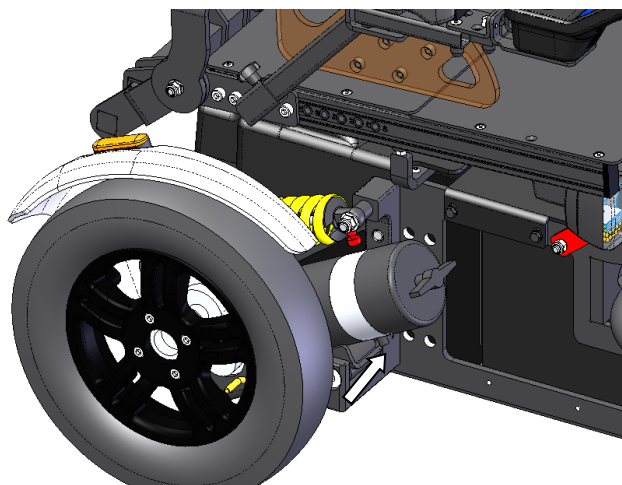

Figure 11 : réglage position motorisation.
- Ôtez les 2 écrous du système d'entraînement et placer ce dernier dans la position adéquate selon la profondeur d'assise (voir table 1) (voir figure 11).